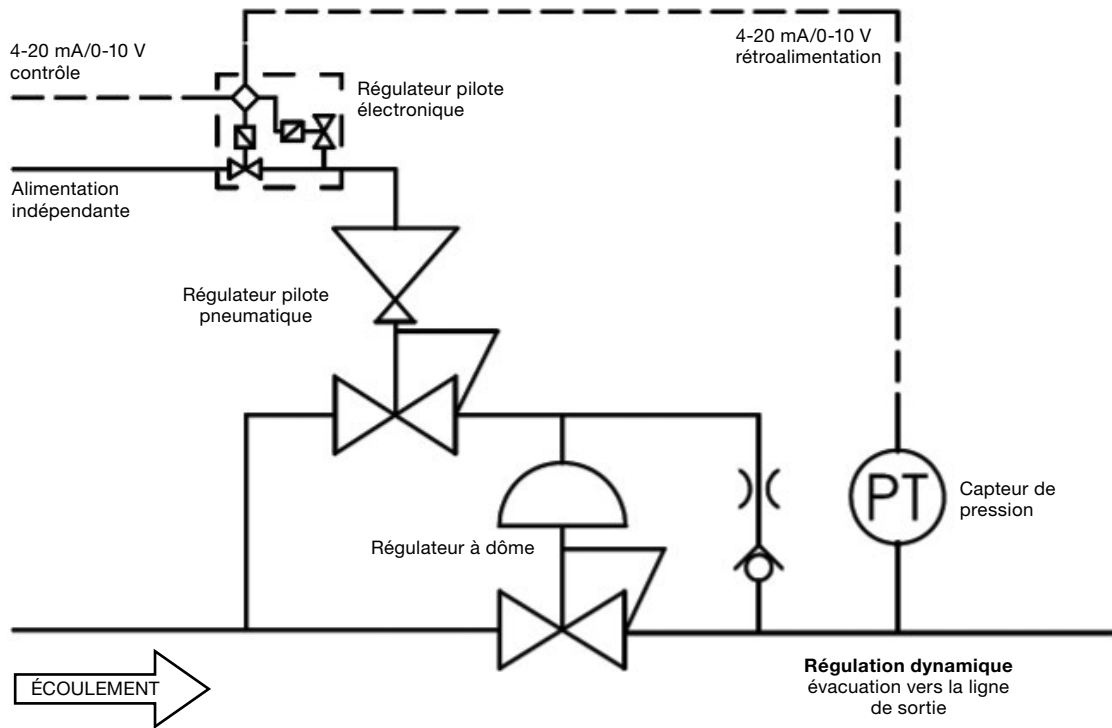

Figure 7
- **Contrôle par ratio.** Dans cette configuration, un régulateur pilote à ratio, alimenté par la pression du système, est utilisé pour contrôler la pression dans le dôme. Le régulateur pilote peut être contrôlé par un régulateur électronique associé à un capteur de pression (cf. Figure 7) ou par une alimentation externe du dôme. La pression de sortie du régulateur pilote à ratio est proportionnelle à la pression dans son dôme multipliée par son ratio. Cela permet au régulateur principal d'atteindre la pleine pression de sortie tout en étant contrôlé par une alimentation à basse pression. Cette configuration ne convient pas aux applications qui mettent en œuvre des liquides.